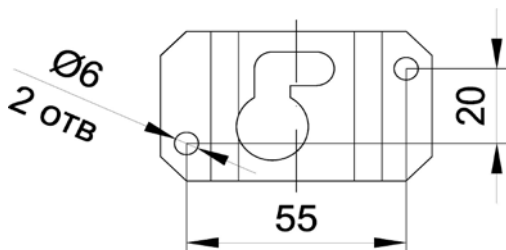
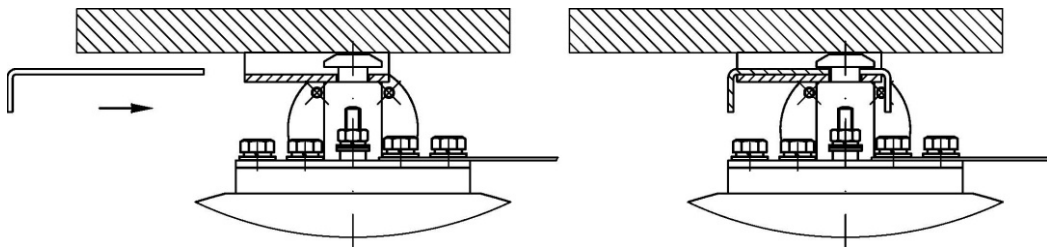

Рис.2.1 Координаты отверстий крепления кронштейна модуля.
Рис.2.2 Схема крепления модуля.
6.2. Закрепить кронштейн на верхней части (потолке) защищаемого объекта (см. рис.2.1). С помощью крепежных элементов, входящих в комплектацию модуля подвесить и закрепить модуль. Свободный конец чеки загнуть на угол не менее 80° (см. рис.2.2).